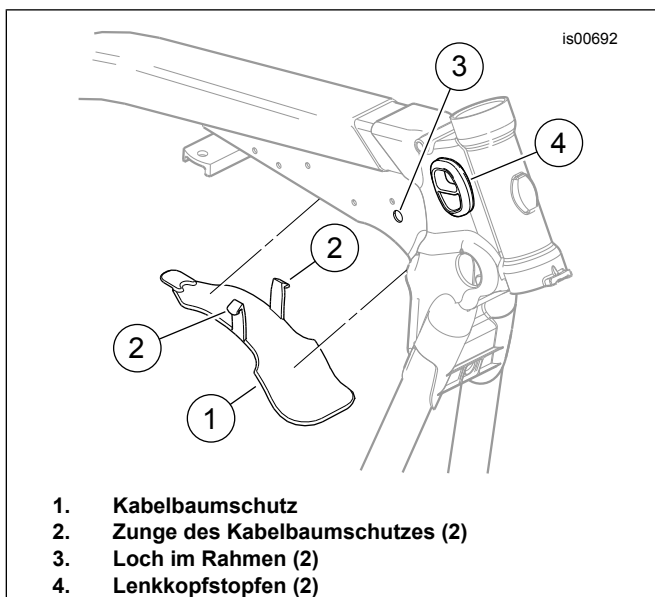

Abbildung 1. Ausbau des Kabelbaumschutzes
6. Siehe Abbildung 1. Die Zungen (2) aus den Löchern (3) an beiden Seiten des Rahmens lösen und anschließend den Schutz (1) abnehmen.
32. Siehe Abbildung 1. Den zusammengebauten rechten (schwarzen) Blinkersteckverbinder von der Außenseite durch den Stopfen (4) in der rechten Rahmenseite hinter den Lenkkopf führen. Den zusammengebauten linken (weißen) Steckverbinder durch die Tülle in der linken Rahmenseite verlegen.